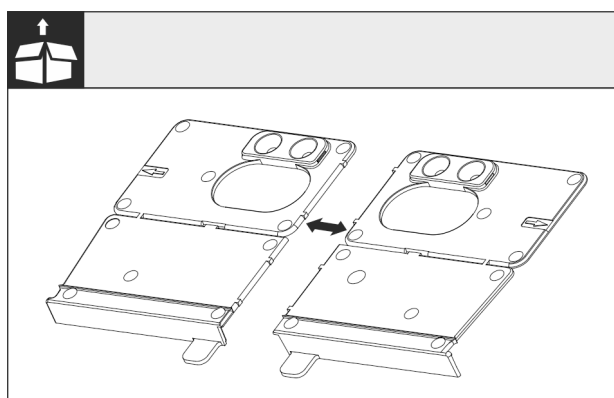

Fig. 24
- Détacher l'équerre de montage du fond Fig. 24 () au niveau de la perforation.